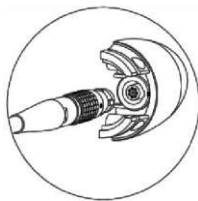
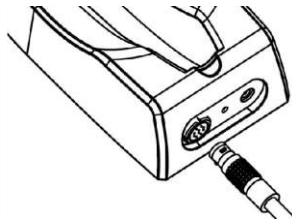

Fig. 1-7 Conexiunea cablului (iONA Vista+)
Fig. 1-8 Conexiunea cablului (iONA Vista)
1) Scoateți camera intraorală din cutie și conectați cablul de date la mufa adaptorului camerei, ținând în linie punctul roșu al interfeței de pe cablul de date cu punctul roșu al prizei de pe unitate (așa cum se arată în Fig. 1-7 、 Fig. 1-8). Apoi, scuturați-l ușor pentru a verifica dacă este conectat corect.